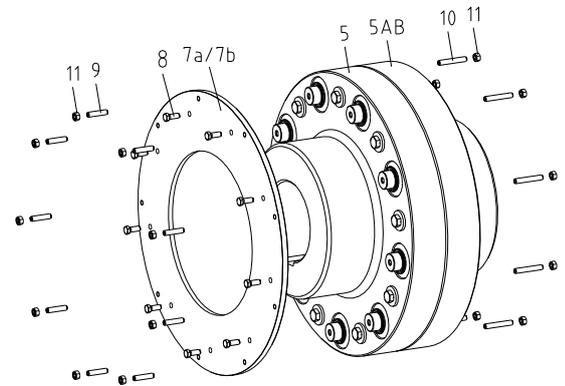

Bild 19
- Montieren Sie die Scheibe (Bauteil 7a bzw. 7b) mit den Sechskantschrauben (Bauteil 8) an der Kupplung (siehe Bild 19) und ziehen diese gleichmäßig auf die in Tabelle 9 angegebenen Anziehdrehmomente an.